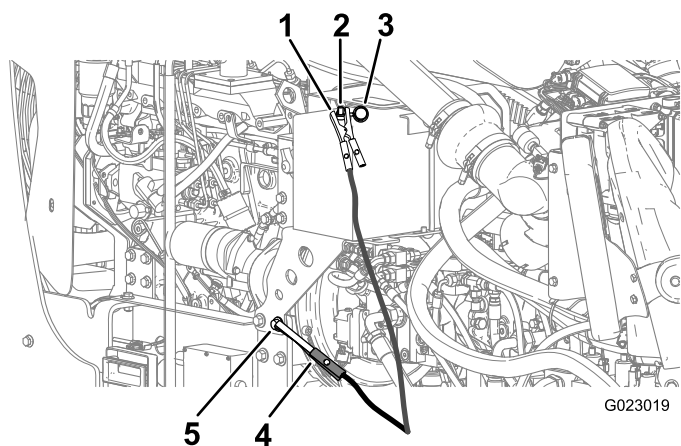

Figura 132
6. Retire a tampa do terminal auxiliar (Figura 132).
- Conecte o cabo de "chupeta" positivo (+) ao terminal auxiliar (Figura 132).
- Conecte o cabo de "chupeta" negativo (-) a um ponto de aterramento, como um parafuso não pintado ou perfil do chassi (Figura 132).
- Quando o motor funcionar, solicite à outra pessoa desconectar o cabo de chupeta negativo (-) da estrutura e em seguida desconectar o cabo de chupeta positivo (+) (Figura 132).